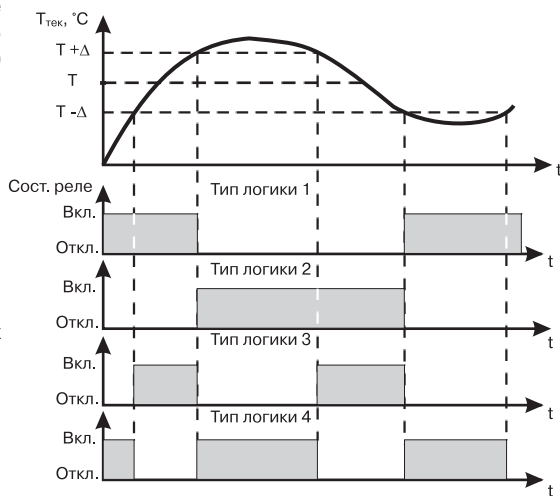

Рис. 9
3.1.4.1.1. При работе в режиме устройства сравнения ЛУ работает по одному из представленных на рис. 9 типов логики: